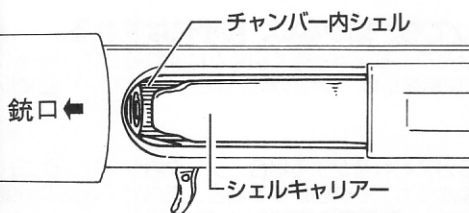

図9 ★チャンパー内シェルの確認方法
6. 図9を参考に、チャンパー内シェルの有無の確認は必ず銃の下、キャリアーの隙間から行ってください。手動でボルトを2cm以上開いて確認されると、構造上、次シェルがキャリアー上に出てきてしまい、ジャムを起こします。